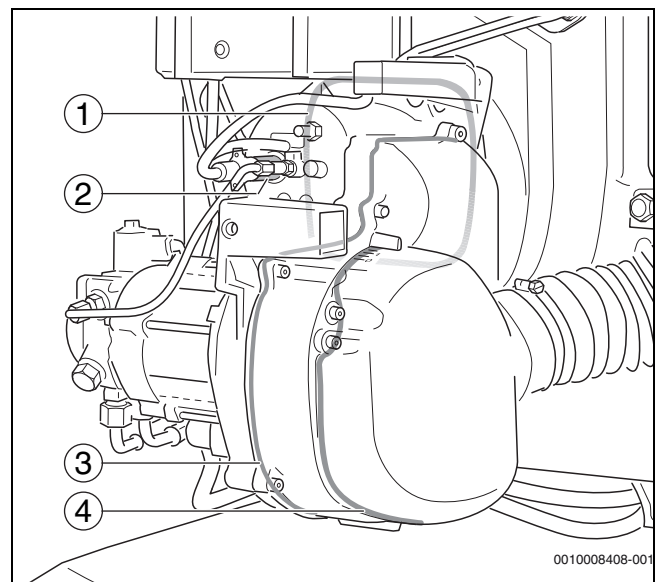

Bild 43 Zusätzliche Abdichtung
- Flachdichtung zum Brennerflansch (→Bild 43, [1])
- Halter zur Aufnahme des Flammenfühlers (→Bild 43, [2])
- Gehäuseboden mit Rundschnurdichtung (→Bild 43, [3])
- Abdichtung zum Schalldämpfer (→Bild 43, [4])